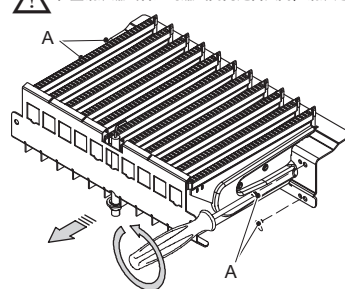

图 5.1
- 拆除燃烧室和燃烧器的前面板 (图 5.1)。
- 重新装配燃烧器 (图 5.1)、燃烧室前面板以及密封室移动板。